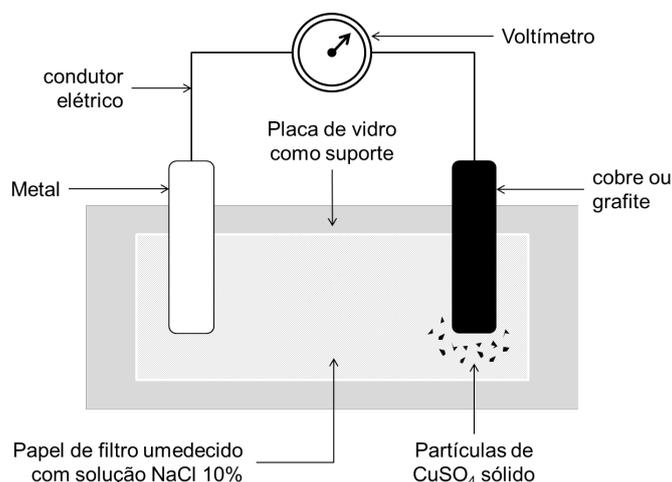

Figura 10.2: Representação da pilha econômica.
- Verifique se sua montagem está de acordo com a Figura 10.2 da página seguinte.